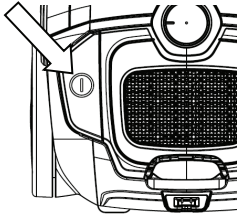

Fig. 4
Premere l'interruttore di accensione/spengimento (12) con il piede per avviare l'aspirapolvere (Fig. 4).